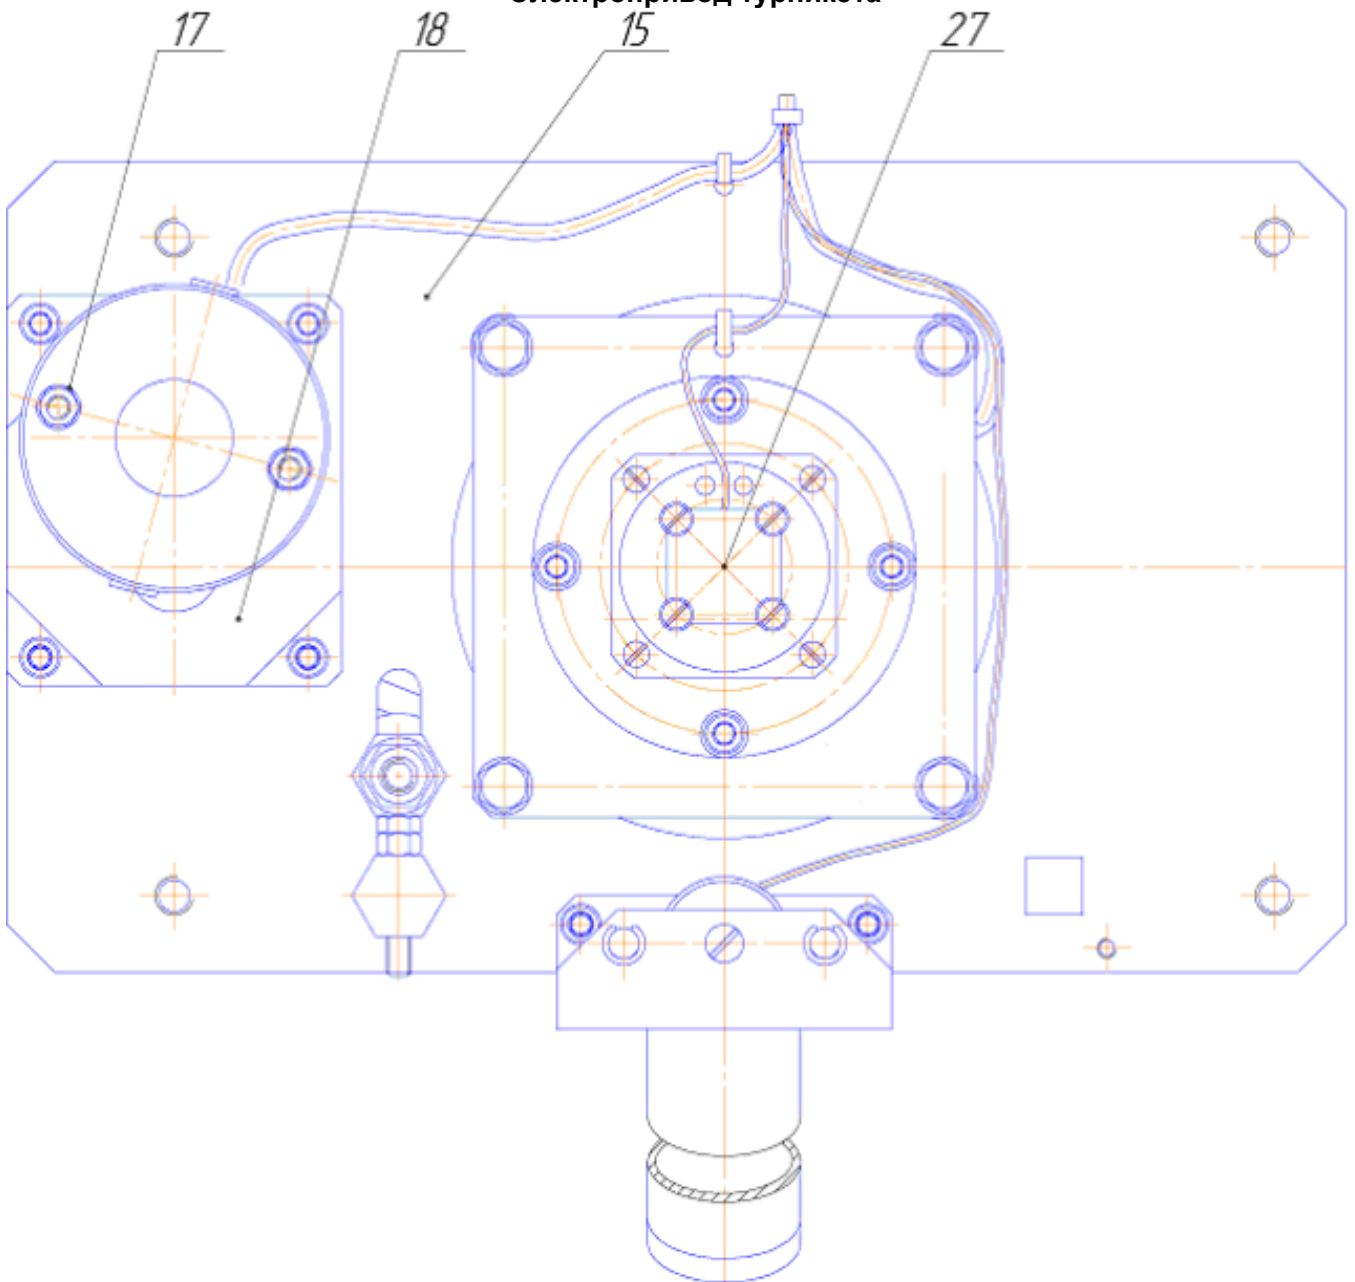

Рис.2
5.2 Агрегат турникета ЭПТ-3.4 (см. рис. 2) состоит из электродвигательного привода, механизма блокирования и устройства «Антипаника», установленных на общем основании (15). На выходном валу агрегата закреплен трипод (16), оснащенный тремя штангами, а также датчик угла поворота (27).